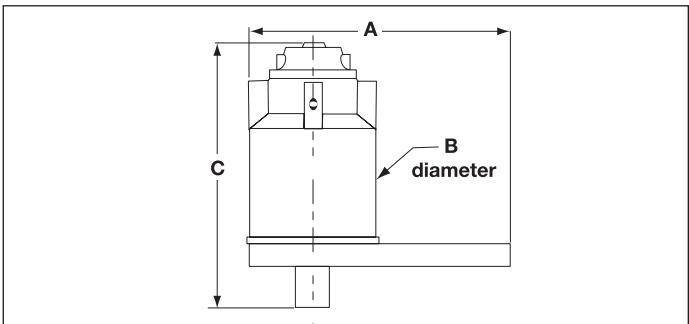

**Fig. 1, Byte av Reaktionsplatta**
En kontrollerad skäruteffektsdrivtapp (fig. 1, nr 4) skyddar interna komponenter i händelse av att maximal uteffektskapacitet överskrider. Denna överbelastningsfunktion orsakar brott i drivenheten när uteffekten överskrider från 103 % till 110 % av den nominella uteffektskapaciteten. En utbytesdrivenhet medföljer momentmultiplikatorn (E391, E392, E393, E492, E493, E494, E495). (Beställ ytterligare reservdelar från din Enerpac-distributör).
- Montera rätt storlek av honfyrkantshylsa på momentmultiplikatorns fyrkantiga uteffektsdrivenhet (fig. 1, nr. 4) Placer hylsa och momentmultiplikator på fästet som ska dras åt.